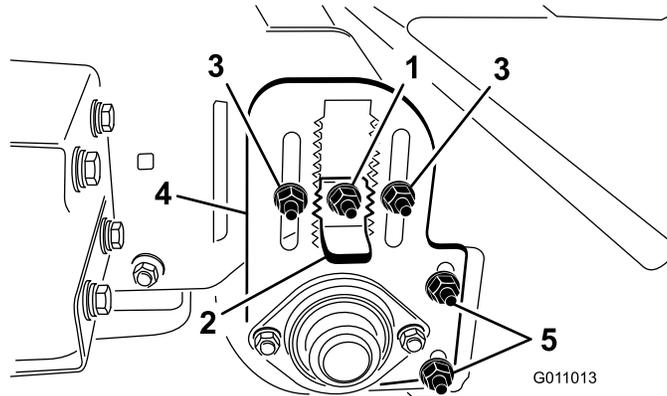

图21
3. 松开高度调节键上的锁紧螺母 图21 将螺母拉出约 13mm。
4. 松开滚筒高度调节锁紧螺母 图21。
5. 拉出高度调节键通过将滚筒高度调节面板滑动至所需高度上下移动后滚筒 图21。
滚筒刮刀 图21 调节后检查并确保刮刀与滚筒之间的间隙为 2mm。松开滚筒刮刀调节螺母将滚筒固定在所需位置并拧紧螺母。